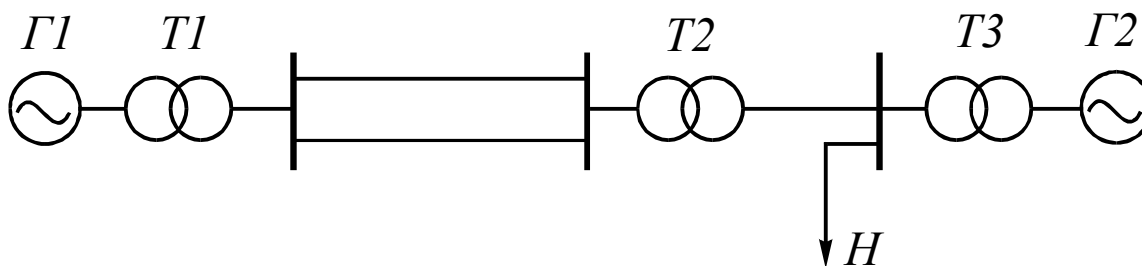

Рисунок 1
Две генераторные станции Г1 и Г2 работают на общую нагрузку Н (рисунок 1).
□ Рис.1